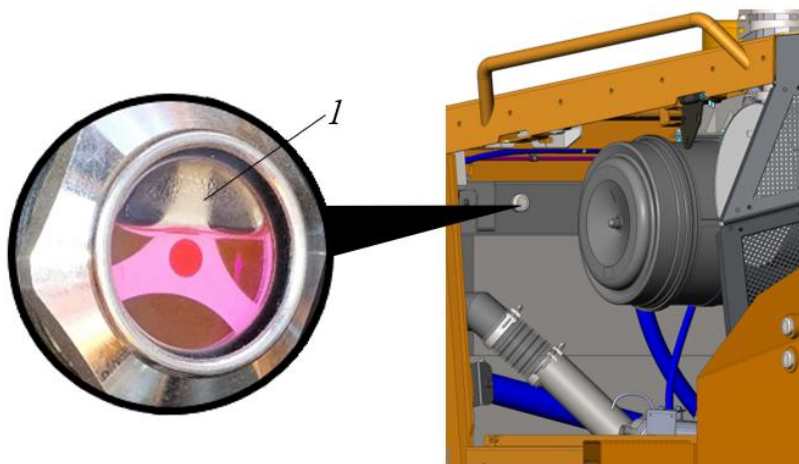

Рисунок 5.29. Расширительный бачок жидкостной системы охлаждения двигателя
- ▶ Через смотровое окно 1, рис. 5.29, проверить наличие и уровень охлаждающей жидкости.
Контроль уровня производить на холодном двигателе (температура охлаждающей жидкости сопоставима с температурой окружающей среды). Нормальным считается уровень, когда жидкость покрывает половину высоты смотрового окна 1, рис. 5.29.